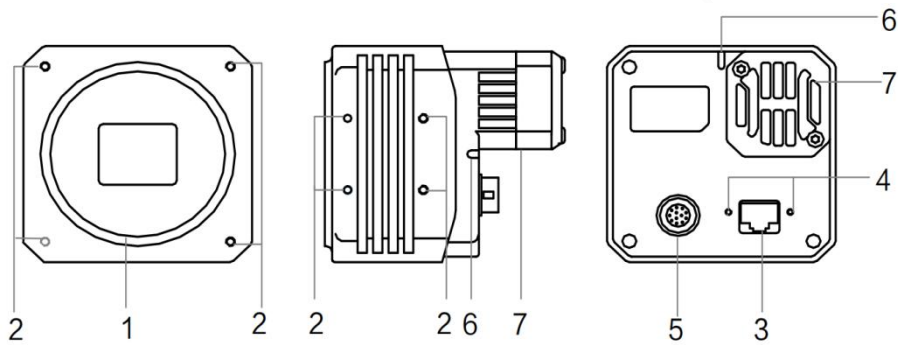

图1-6 M58 口，带风扇
- 图 1-6 为 M58 口，带风扇的千兆网口面阵相机外观。
- M58 口，带风扇（图 1-6）